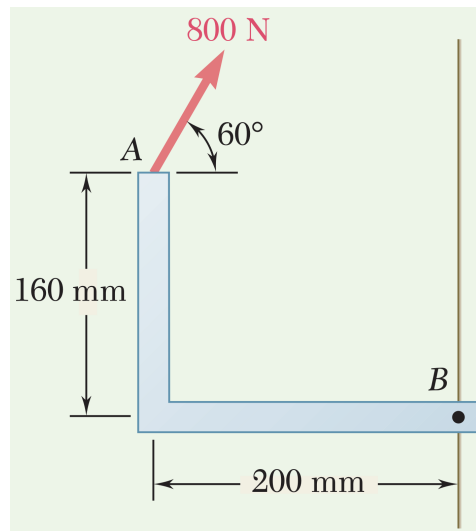

Figura 11: Figura de referencia.
8. Una fuerza de 800 N actúa sobre la ménsula, como se muestra en la figura 11. Determina